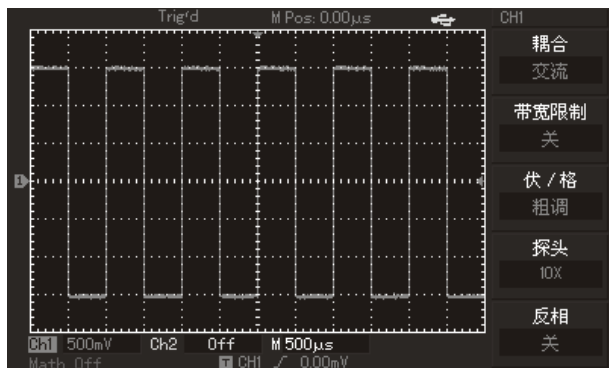

图1-7 探头补偿信号
③. 把探头的探针和接地夹连接到探头补偿信号的相应连接端上。按 **[AUTO]** 按钮。几秒钟内，可见到方波显示(1kHz, 约3V, 峰峰值)，见图1-7。以同样的方法检查CH2，按 **[OFF]** 功能按钮以关闭CH1，按 **[CH2]** 功能按钮以打开CH2，重复步骤2和步骤3。